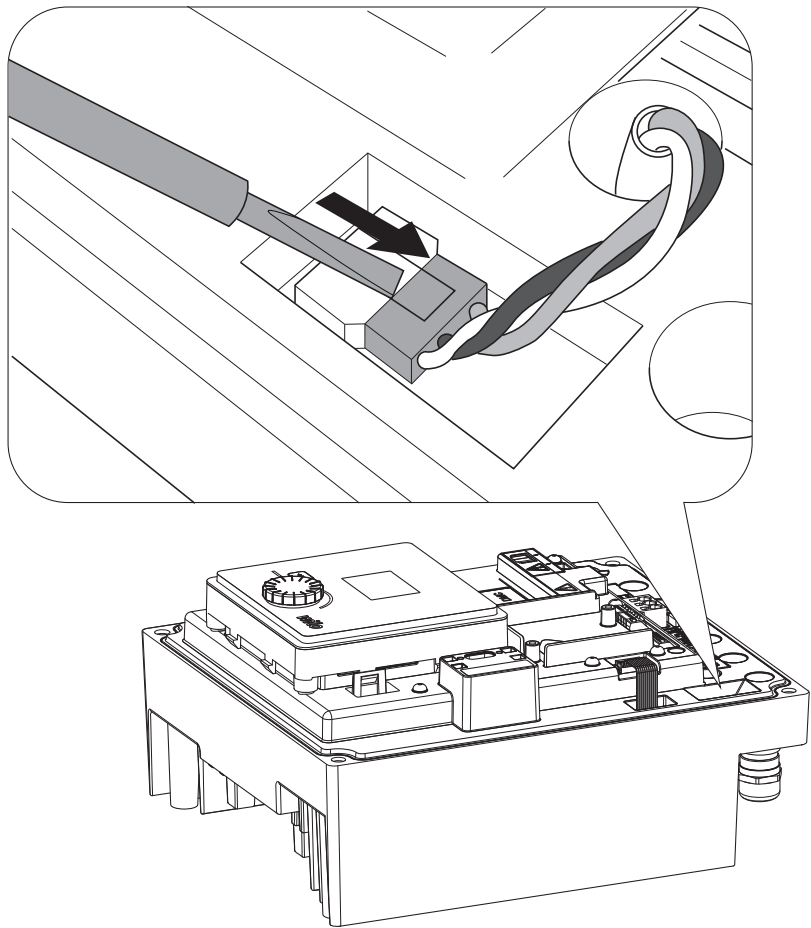

Fig. 46: Отсоединение кабеля электропитания вентилятора модуля
- Снять кабель электропитания вентилятора модуля. (Fig. 46).